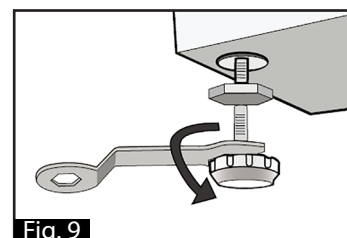

Fig. 9
1. S'assurer que les jambes sont au même niveau que le lave-linge. Desserrer le contre-écrou à l'aide d'une clé, tourner la jambe jusqu'à ce qu'elle affleure le lave-linge et serrer (Fig. 9).